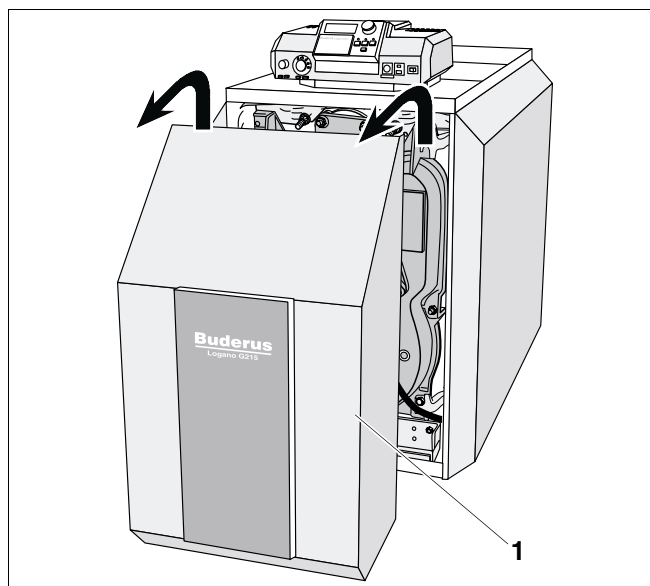

Fig. 73 Îndepărtarea capacului arzătorului
- Se scoate capacul arzătorului (Fig. 73, **Poz. 1**).